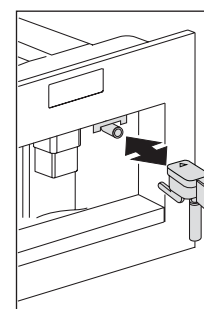

Abb. 13
- Befestigen Sie es, wie in Abbildung 13 gezeigt